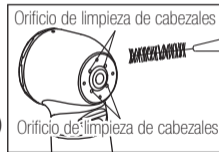

Fig. 4
- 1) Friegue la suciedad y los desechos de la pieza de mano.(Fig.4)